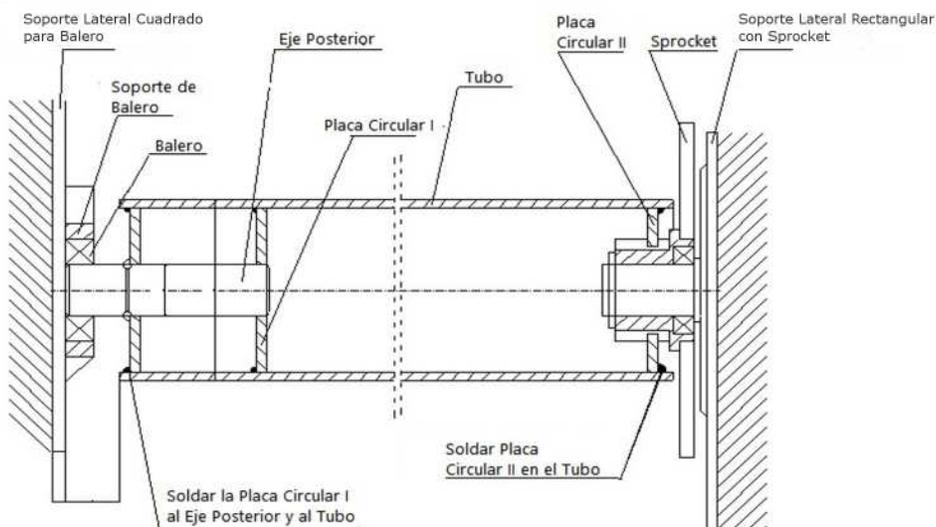

Fig.5
**C. Instalación del Tubo Redondo:** La Instalación del Tubo Redondo se Monta entre el Soporte Lateral con Sprocket Rectangular y el Soporte Lateral con Balero Cuadrado, Los Soporte Deben de Ser Instalados Garantizando una Fijación como se Muestra en la (Fig.5).